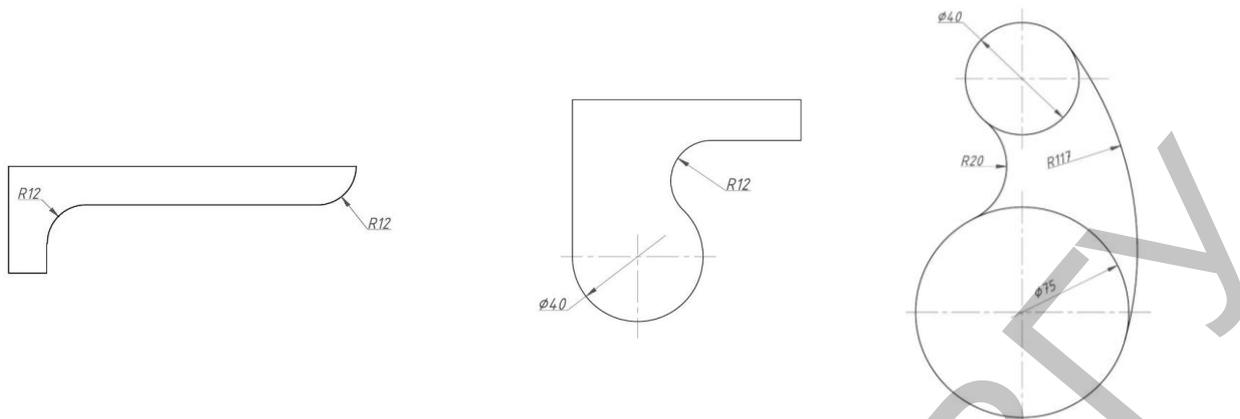

Рис. 2 Проверка знаний
*Задание:* Дополните чертеж линиями построения сопряжения. Преподавателем предварительно готовятся изображения с расширением \*.pdf (рисунок 2).